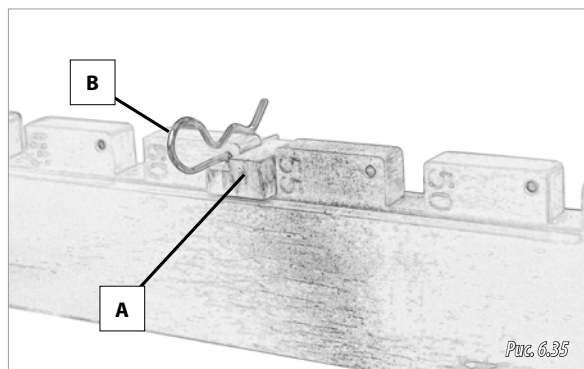

Рис. 6.35
Регулировка расстояния между рядами с обеих сторон выполняется с помощью ограничителей открывания на регулировочных планках (А, рис. 6.35).
- 1- Вынуть шплинт (В, рис. 6.35).